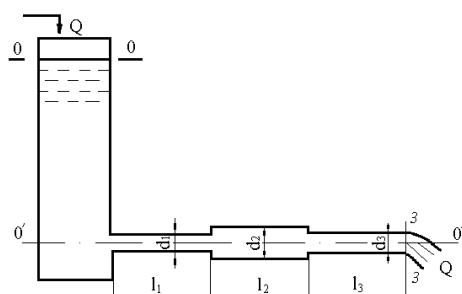

Рис. 1
2. Из открытого резервуара, в котором поддерживается постоянный уровень, по стальному трубопроводу (эквивалентная шероховатость  $\Delta = 0,1$  мм), состоящая из труб разного диаметра  $d$  и различной длины  $l$  ( $d_1 = 50$  мм,  $l_1 = 5$  м,  $d_2 = 100$  мм,  $l_2 = 2,5$  м,  $d_3 = 75$  мм,  $l_3 = 3$  м) вытекает в атмосферу вода, расход которой  $Q = 10$  л/с, температура  $t = 60^\circ\text{C}$  (рис.1). Требуется: 1. Определить скорости движения воды и потери напора (по длине и местные) на каждом участке трубопровода;